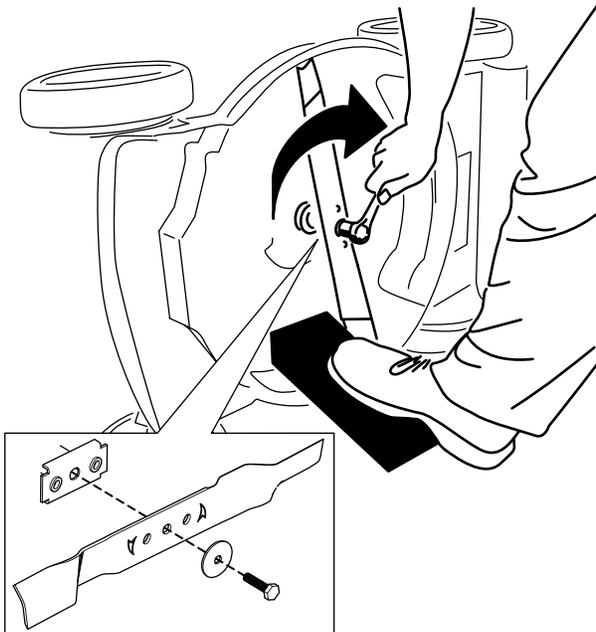

Bild 25
5. Setzen Sie das neue Messer und alle Schrauben auf (**Bild 25**).